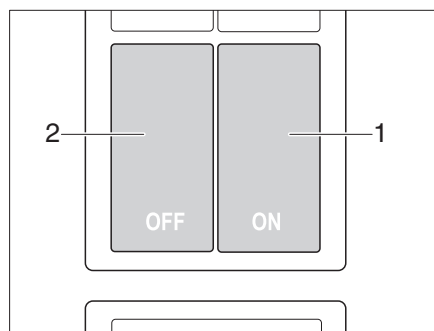

Fig. 16 Interruptor para bloqueo central de la línea de servicio de cocina
La línea de servicio de cocina está equipada con un bloqueo central. Las trampillas y los cajones del bloque de cocina se pueden bloquear y desbloquear manualmente con el interruptor (Fig. 16).
- Pulsar el interruptor (Fig. 16,2). Las trampillas y los cajones del bloque de cocina están bloqueados.
- Pulsar el interruptor (Fig. 16,1). Las trampillas y los cajones del bloque de cocina están desbloqueados.